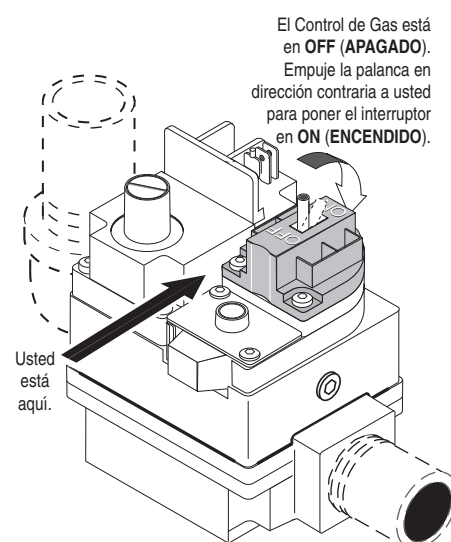

Figura 26.
6. **Válvula de Palanca:** Tire la palanca hacia usted para apagar el gas, ver Figura 26.
7. Espere cinco (5) minutos para sacar cualquier gas. Si luego le huele a gas, ¡DETENGASE! Siga el paso “B” de las instrucciones “Antes de Encender” (página 34). Si no le huele a gas, vaya al siguiente paso.
4. **Válvula de Palanca:** Tire la palanca hacia usted para apagar el gas, ver Figura 26.